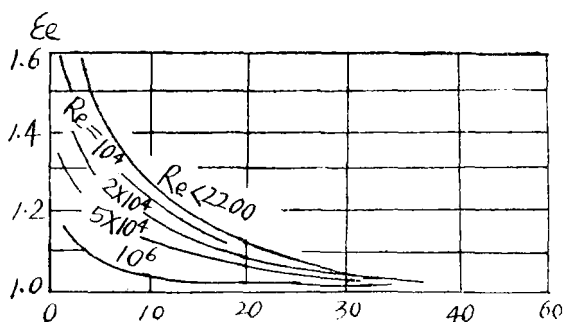

图 1-5
当管长L小于50d时，按式(1-10)计算的 α 应乘上长度校正系数 ϵ_c （由图1-5查之）。
3. 定性温度取流体的平均温度 $t_{\text{流}}$ ，但其中的 $\mu_{\text{壁}}$ 则以壁温为准（壁温下的动粘度）。对于长度小于50d的短管，按式(1-12)计算的 α 应乘上修正系数 ϵ_c （仍在图1-5中查之）。